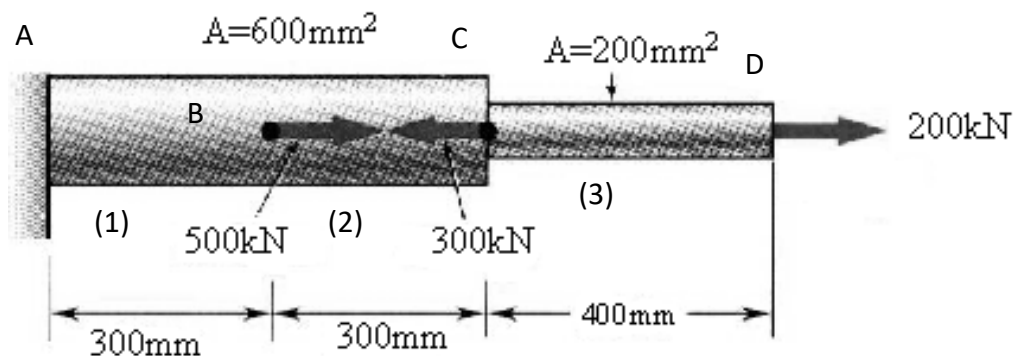

Figura 2.20
2.3.4 Determine o deslocamento do ponto D da barra da Figura 2.20. Considere $E=200\text{GPa}$.